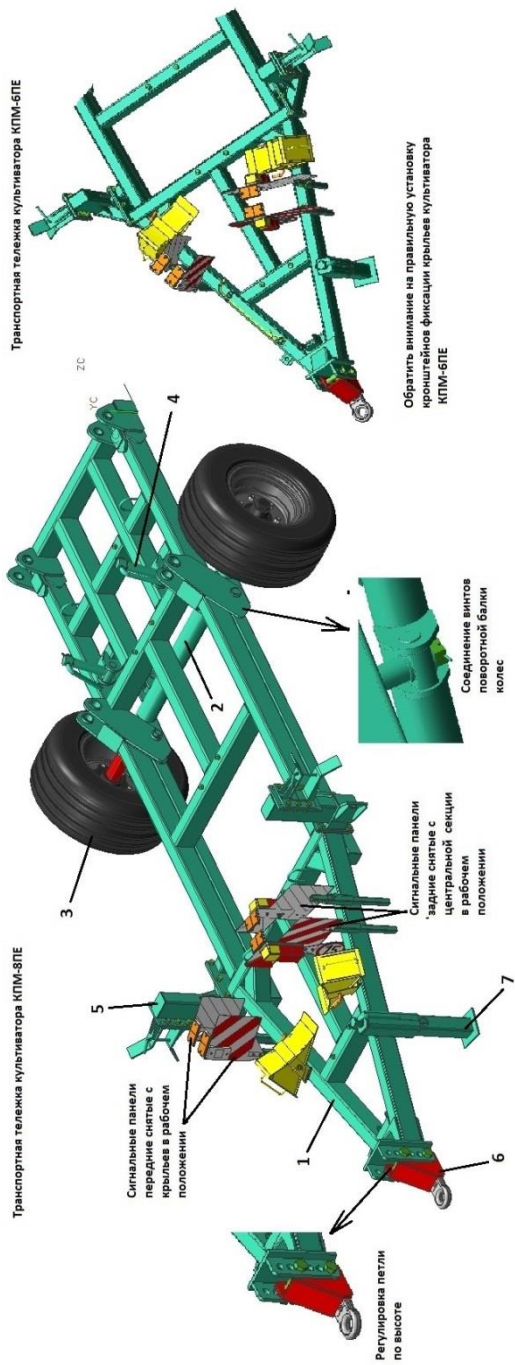

Рисунок 3 – Транспортная тележка
3.3 Транспортная тележка предназначена для передвижения культиватора при транспортировке. Состоит (рисунок 3) из рамы 1, поворотной балки 2 с ходовыми колёсами 3 и регулировочными винтами 4, кронштейнов фиксации крыльев в транспортном положении 5, регулируемого по высоте прицепа 6, опора с винтовой регулировкой 7.
- соединить поворотную балку с регулировочными винтами (рис.3);
- соединить культиватор с трактором, переставляя прицеп на требуемое отверстие (рис. 3).
- снять передние сигнальные панели с крыльев культиватора и установить в кронштейны транспортной тележки (рисунок 3);
- снять задние сигнальные панели с центральной секции, разъединить вилку с розеткой, и установить их в кронштейны транспортной тележки (рисунок 3);
Транспортная тележка должна катиться на своих ходовых колёсах. Это достигается регулировочными винтами поворотной балки (рис.3).